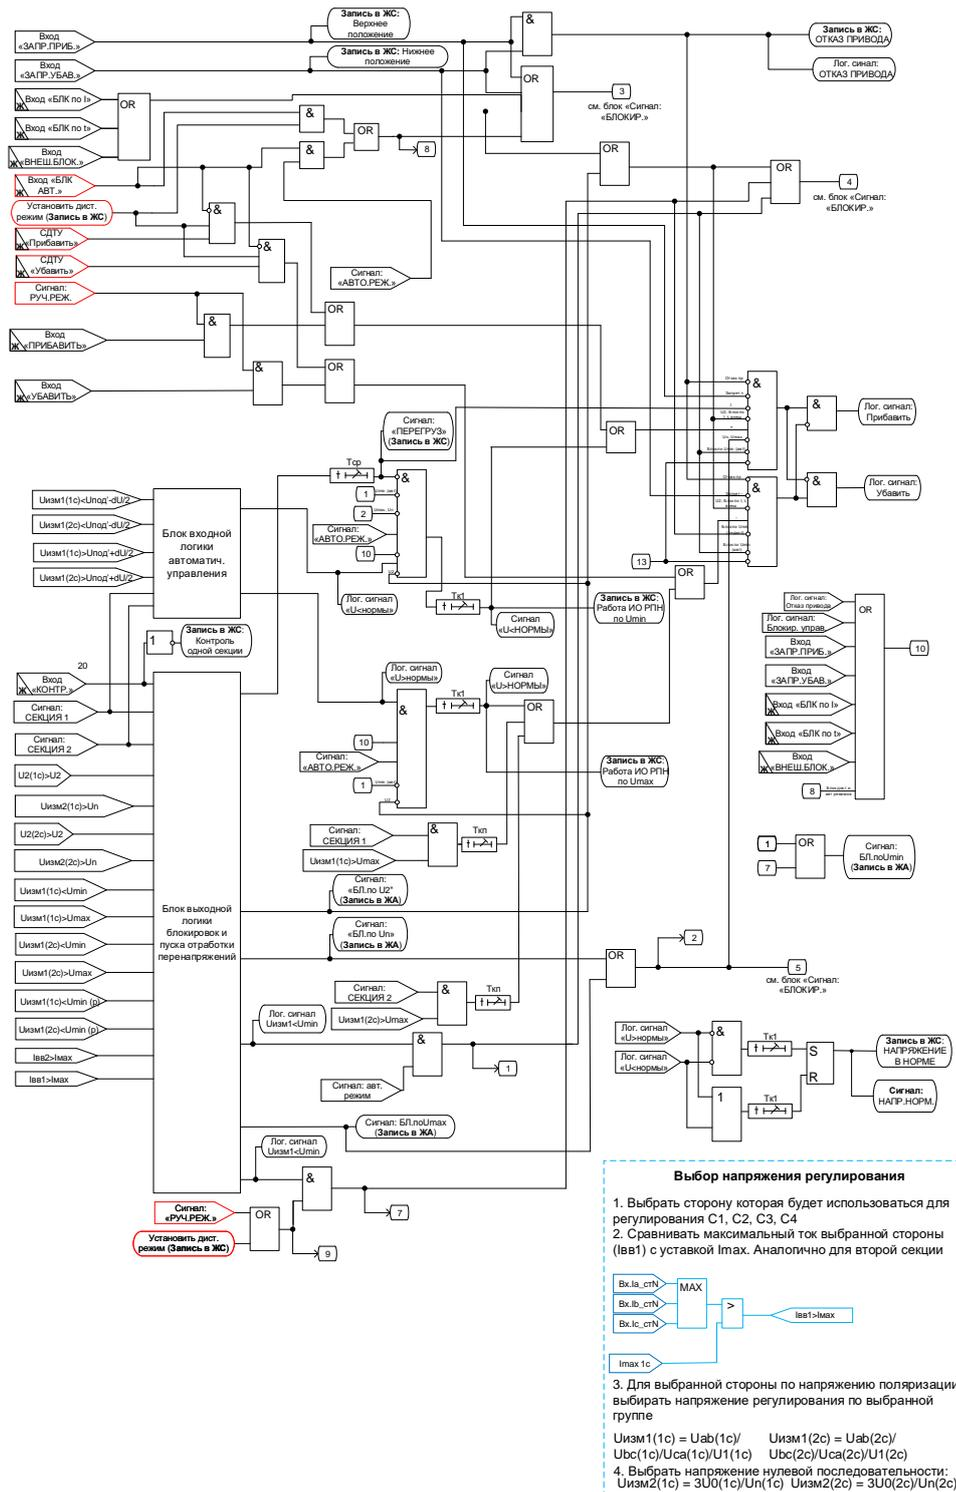
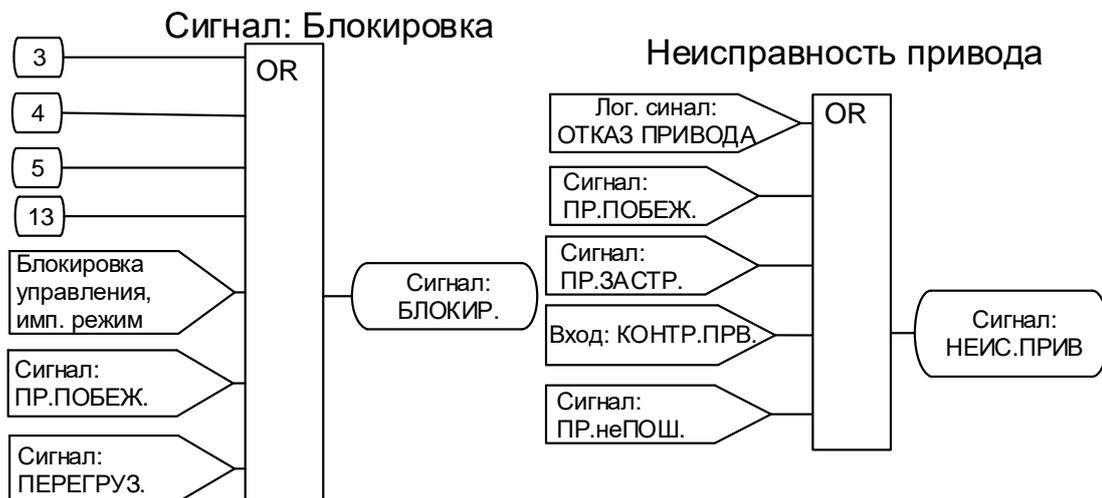

Рисунок 6.90 – Логика формирования сигналов управления
Рисунок 6.97 – Логика формирования сигналов «блокировка» и сигнала «неисправность привода»
Блокировки. Наличие любого сигнала внешней блокировки («**ВНЕШ. БЛОК.**», «**БЛК по I**», «**БЛК по t**») запрещает формирование команд «**ПРИБАВИТЬ**» и «**УБАВИТЬ**» (см. рис. 6.90), формируется сигнал «**БЛОКИР.**» (см. рис. 6.97). При снятии сигналов внешней блокировки пропадает сигнал «**БЛОКИР.**», разрешается регулирование.
Если обнаружен сигнал от нижнего концевого выключателя (на входе «**ЗАПР.УБАВ**»), то запрещается выдача команды «**УБАВИТЬ**», формируется сигнал «**БЛОКИР.**» (см. рис. 6.97). При снятии сигнала от концевого выключателя снимается сигнал «**БЛОКИР.**».
Если обнаружен сигнал от верхнего концевого выключателя (на входе «**ЗАПР.ПРИБ**»), то запрещается выдача команды «**ПРИБАВИТЬ**» (см. рис. 6.90), формируется сигнал «**БЛОКИР.**» (см. рис. 6.97). При снятии сигнала от концевого выключателя снимается сигнал «**БЛОКИР.**».
При одновременном наличии сигналов на дискретных входах «**ЗАПР.ПРИБ**» и «**ЗАПР.УБАВ**» регулировка напряжения полностью запрещается, формируются сигналы «**БЛОКИР.**», запись в ЖС «Отказ привода», «**СИГН.РПН**». Регулятор деблокируется, когда будут сняты оба сигнала (см. рис. 6.90; 6.96; 6.97).
Внутренняя блокировка по току. Если в регулируемой секции ток ввода $I_{вв} > I_{мах}$, то запрещается выдача команды «ПРИБАВИТЬ», формируется сигнал «БЛОКИР.», через время контроля перегрузки по току $T_{ср}$ формируются длительный сигнал «ПЕРЕГРУЗ» и импульсный сигнал «СИГН.РПН» (см. рис. 6.90). Сигналы «БЛОКИР.» и «ПЕРЕГРУЗ» сбрасываются, когда ток уменьшается ниже $0,95 I_{мах}$. Ток $I_{вв}$ - максимальный фазный ток регулируемой секции.
Внутренняя блокировка по U_2 предназначена для блокировки управления РПН при перегорании предохранителя в цепях ТН. Если в регулируемой секции напряжение U_2 превышает уставку, то регулирование запрещается, формируется сигнал «БЛОКИР.» (см. рис. 6.90 и 6.97). При снижении напряжения ниже 98% порогового значения пропадает сигнал «БЛОКИР.», разрешается регулирование.
Работа при достижении U_{min} . Если в регулируемой секции в автоматическом режиме управления действующее значение напряжения меньше U_{min} , то запрещается регулирование, формируется длительный сигнал «БЛОКИР.» и импульсный сигнал «СИГН.РПН» (см. рис. 6.90; 6.96 и 6.97). При повышении напряжения выше $1,02U_{min}$ сбрасывается сигнал «БЛОКИР.», разрешается регулирование.
В ручном или дистанционном режимах управления при снижении действующего напряжения регулируемой секции меньше $U_{min}(p+d)$, запрещается формирование команды «УБАВИТЬ», формируется длительный сигнал «БЛОКИР.» и импульсный сигнал «СИГН.РПН» (см. рис. 6.90; 6.96 и 6.97). При повышении напряжения выше $1,02U_{min}(p+d)$ сбрасывается сигнал «БЛОКИР.», разрешается формирование команды «УБАВИТЬ».
- запрещается выдача команды «ПРИБАВИТЬ», формируются длительные сигналы «БЛОКИР.» и «СИГН.РПН» (см. рис. 6.90; 6.96 и 6.97);
Контроль двух секций. Если контролируются обе секции (установлен сигнал «КОНТР.») и обнаружено превышение условия в любой из двух секций («ПЕРЕГРУЗ»), то формируются длительные сигналы «БЛОКИР.» и «СИГН.РПН» и блокируется выдача соответствующей команды управления (см. рис. 6.90; 6.96 и 6.97).
то запускается таймер Тк1 (задержка формирования первичной команды на управление приводом). Спустя время Тк1 формируется сигнал «U<НОРМЫ» и запускается логика формирования сигнала «ПРИБАВИТЬ» (см. рис. 6.90).
Программа понижения напряжения. Если выполняется условие (6.5), то запускается таймер Тк1 (задержка формирования первичной команды на управление приводом). Спустя время Тк1 формируется сигнал «U>НОРМЫ» и запускается логика формирования сигнала «УБАВИТЬ» (см. рис. 6.90).